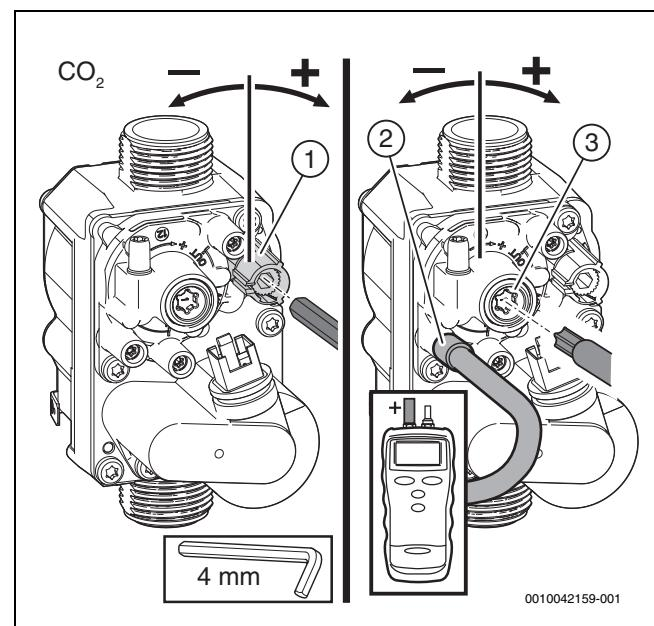

Fig. 46 Réglage du bloc gaz
- ▶ Retirer le scellé sur la vis de réglage du bloc gaz (bloc gaz en bas uniquement dans la fig. 46) et régler la teneur en CO2 ou en O2 pour une puissance thermique nominale minimale.